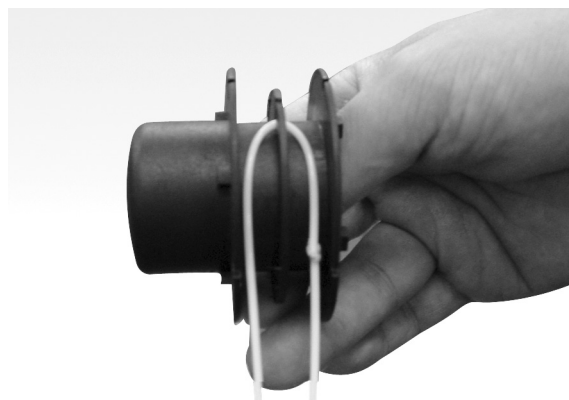

Fig. 20
4. Utilisez un fil de remplacement de 0,065", d'une longueur d'environ 14'. Pliez le fil en deux et placez la boucle ainsi obtenue dans l'orifice du diviseur de bobine. (Fig. 20)